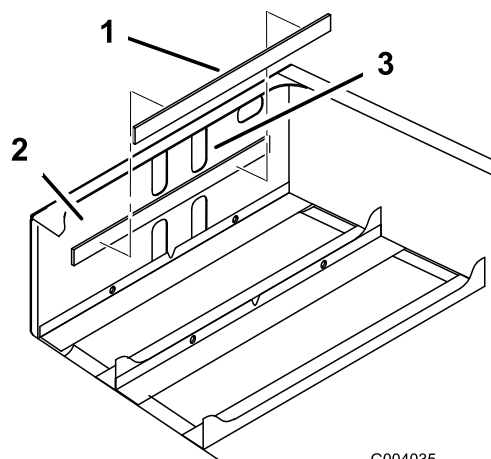

Figura 5
3. Togliete il nastro adesivo dalla parte posteriore del supporto delle batterie e applicate quest'ultimo alla superficie interna anteriore del telaio posteriore (Figura 5).
Nota: Il supporto dev'essere situato 6 mm sotto il bordo inferiore della serie di fori superiore (Figura 5).